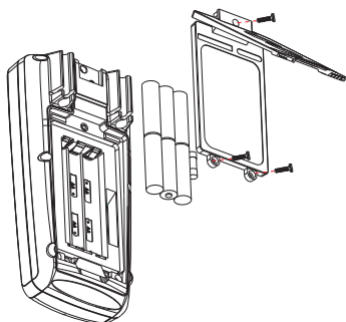

Figura 10
2. Instalação e substituição da Bateria/Fusível (Ver Figura 10)
A alimentação deste dispositivo é feita por 6 pilhas de 1,5V. Instale ou substitua as pilhas conforme a sequência apresentada na Figura 10.
4. Retire o fusível danificado conforme indicado na Figura 10 e substitua-o por um fusível com as mesmas especificações. Especificações do fusível: 0.5A/1000V.